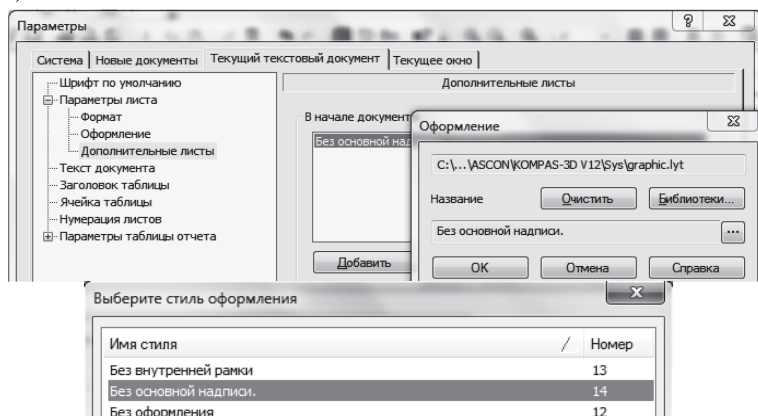

Рис. 118
2. Сформировать новый текстовый документ с дополнительным листом в начале документа. Выбрать стиль оформления дополнительного листа *Без основной надписи* (рис. 118).
Отключить автоопределение номера листа. Эта настройка производится обращением к меню *Сервис* → *Параметры* → *Текущий текстовый документ* → *Нумерация листов* (рис. 118). Убрать галочку в пункте *Автоматическая нумерация листов*. Все листы будут нумероваться в ручную при активизации основной надписи.